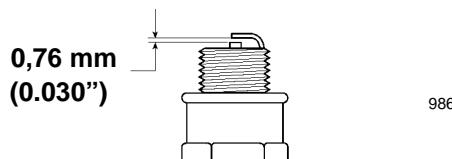

Figure 13
3. Régler l'écartement des électrodes de la nouvelle bougie à 0,76 mm (0,030") (Fig. 13).